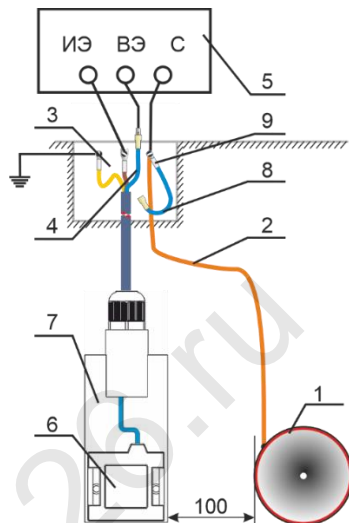

Рисунок 5
8.2* Измерения поляризационного потенциала выполняют с помощью приборов, содержащих прерыватель тока, например, ОРИОН ИП-01. Схема присоединения прибора к проводникам контрольно-измерительного пункта приведена на рис. 5